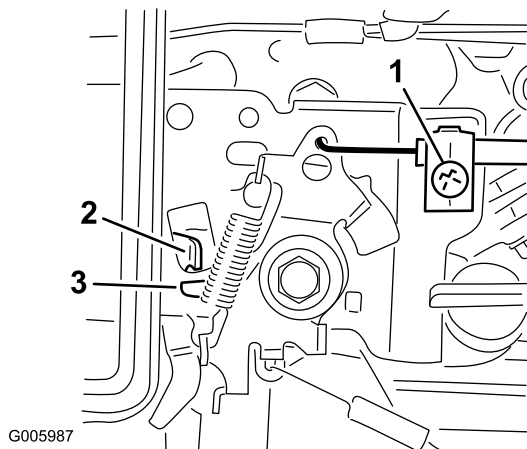

Figura 11
- C. Spostate la leva dell'acceleratore sul motore fino a portarla a contatto dello starter (Figura 11).
D. Serrate la vite a pressione (Figura 11).